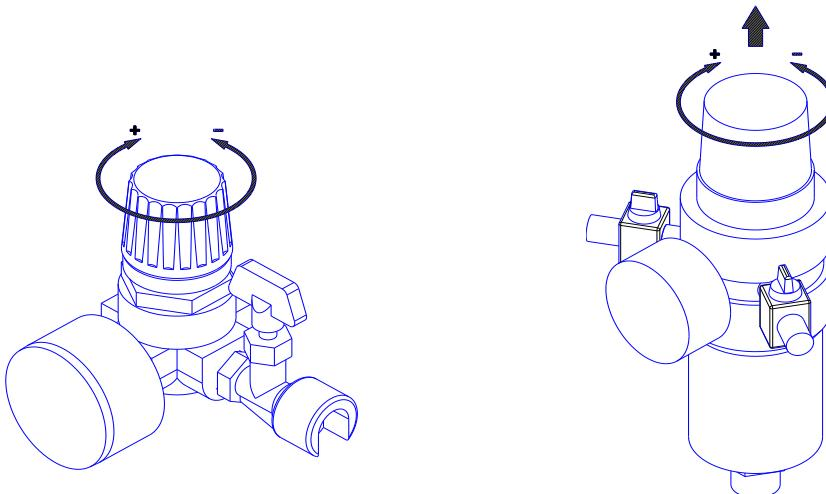

Рисунок 9
7.3.1 Настройка давления в подсоединеных пневматических инструментах регулятором давления осуществляется следующим образом (см. рисунок 9):